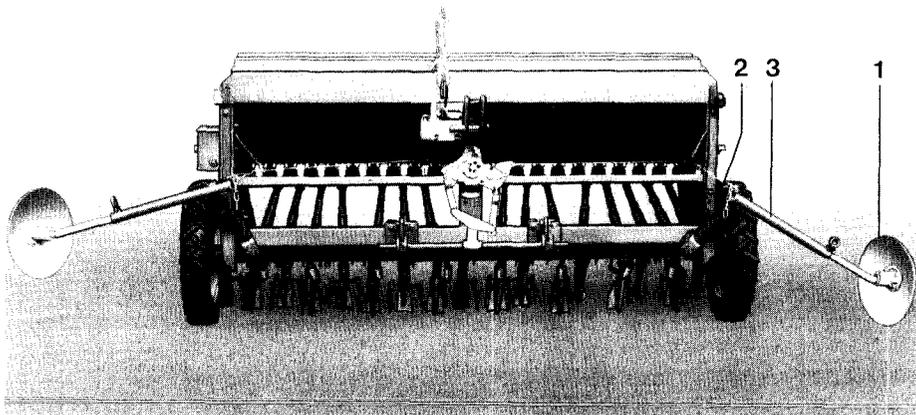
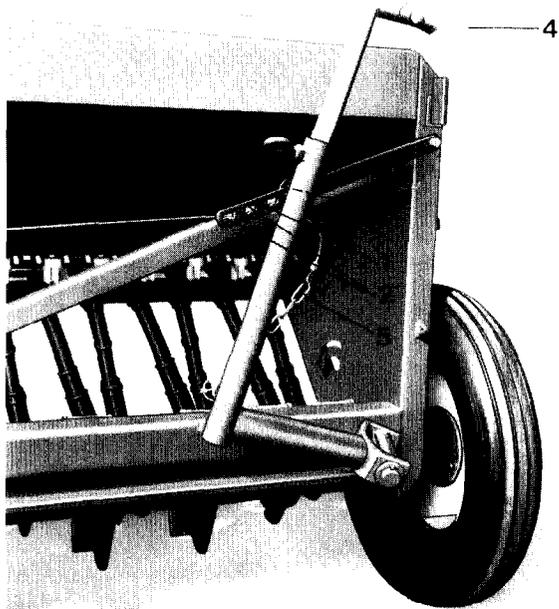
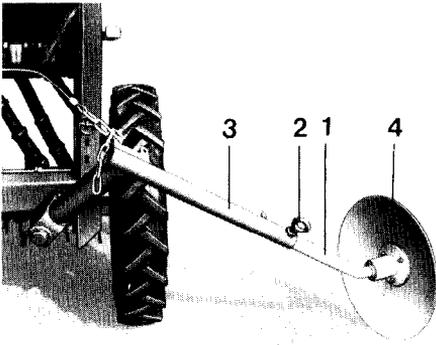
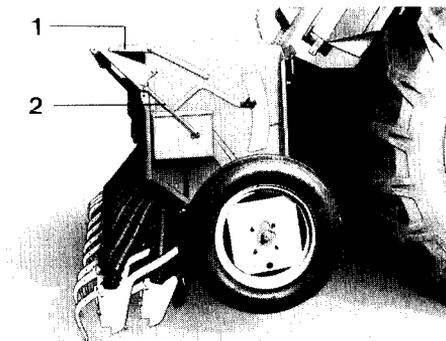

Fig. 1
Fig. 2
Fig. 3
Fig. 6
Durante el transporte de la sembradora, los trazadores de huella se pliegan hacia arriba. Deben fijarse introduciendo las bridas (Fig. 2/1) en los orificios (Fig. 2/2), además del seguro por medio del pestillo (Fig. 2/3). Al comenzar la siembra debe retirarse dicho seguro. Los brazos trazadores se despliegan hacia abajo, de forma que las rejas (Fig. 2/4) o los discos (Fig. 1/1) apoyen en el suelo. Después se engancha la cadena del trazador (Fig. 1/2 y Fig. 2/5) en la parte inferior del brazo sobre el soporte de la cadena (Fig. 1/3) de forma que los cables cuelguen ligeramente, cuando la palanca de cambio de posición esté inclinada hacia el lado correspondiente (en posición de trabajo). De esta forma, al accionar el dispositivo de cambio de posición, el trazador contrario se eleva suficientemente. La profundidad del trazador queda limitada por el extremo de la cadena. Pueden dañarse los trazadores si profundizan demasiado en terrenos irregulares o en el fondo del surco.
El vástago superior del trazador de huella (Fig. 3/1) se fija a la parte inferior hueca (Fig. 3/3) por medio del tornillo anillado (Fig. 3/2). El tornillo anillado puede aflojarse y apretarse con el mango de la llave de giro manual (Fig. 6/2). Girando el vástago superior (Fig. 3/1) en el tubo hueco puede conseguirse que la trazadora (Fig. 2/4) o el
disco (Fig. 3/4) ataquen más o menos el suelo, según las condiciones de éste. El tornillo anillado debe encontrarse siempre fuertemente apretado, con el fin de evitar el giro del vástago durante el trabajo. La sembradora «D 7 Special II», provista de serie con trazadores de huella de reja (Fig. 2/4) puede también proveerse de discos trazadores (Fig. 3/4) (v. accesorios especiales).
Para ello se agarra la tapa con ambas manos, lo más centralmente posible, y se tira hacia atrás. La tapa (Fig. 6/1) es suficientemente resistente como para soportar sacos pesados. Por lo tanto, debe colocarse el saco de semilla sobre la misma, abrirlo, sacar la etiqueta que pueda llevar en su interior y dejar fluir la semilla dentro de la tolva. Si la semilla está contenida en un remolque, puede acercarse la sembradora muy cerca del mismo. La persona que realice la carga puede subirse al remolque así como sobre la tapa de la sembradora.
- a) plegar el trazador de huella hasta la posición de transporte y fijarlo mediante las bridas (Fig. 2/1) y el seguro (Fig. 2/3), y
Si la máquina ha de guardarse por largo tiempo, deben abrirse necesariamente las clapetas inferiores. También debe abrirse la tapa de la tolva (Fig. 6/1). **Es el único modo de evitar que los ratones o ratas intenten penetrar en la misma, royendo y destruyendo las piezas de plástico (clapetas o ruedas de siembra).**